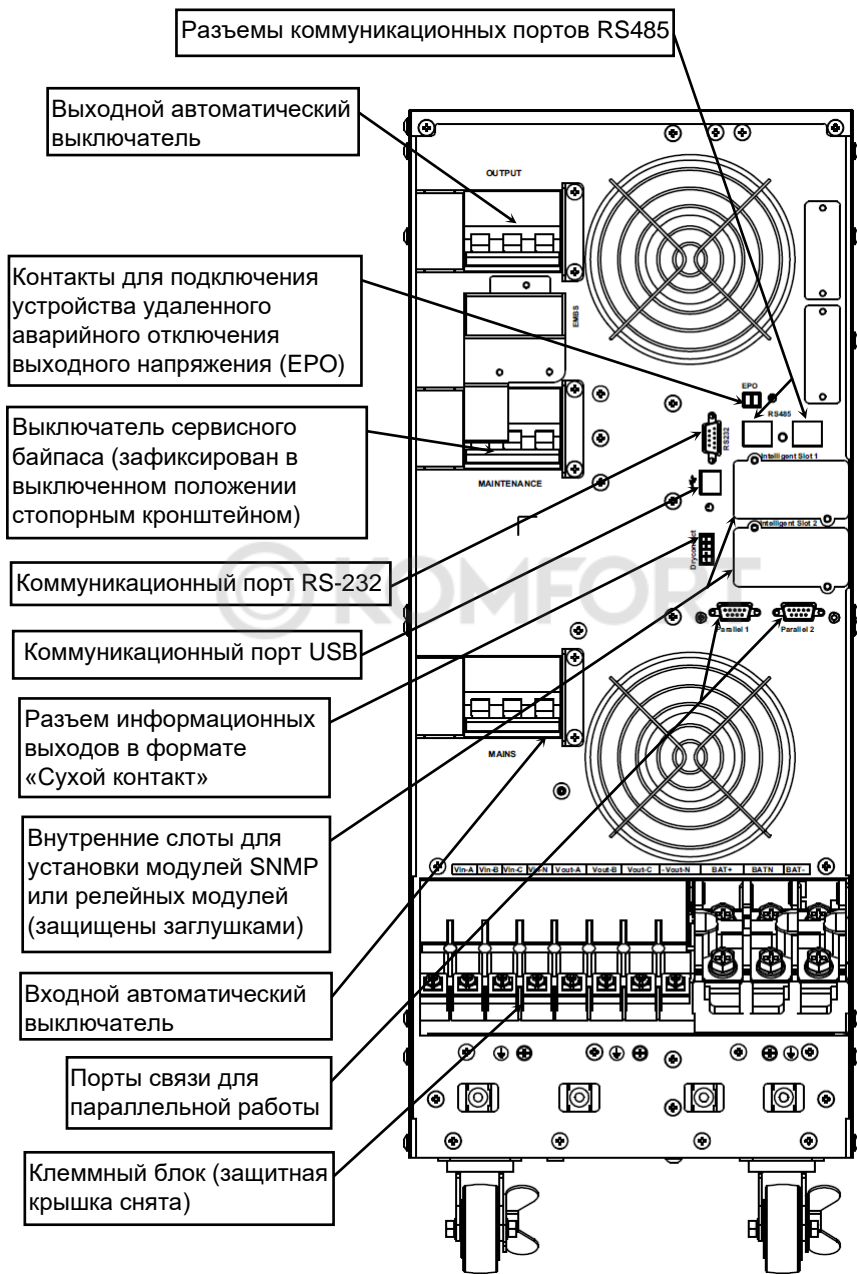

Рисунок 2 — Общий вид задней панели изделия со снятой крышкой клеммного блока
**На задней панели изделия** расположены: входной и выходной автоматические выключатели, защитная крышка, под которой расположен блок с винтовыми клеммами для подключения кабелей входа, выхода, и внешней аккумуляторной батареи, защитная крышка, под которой находится выключатель сервисного байпаса, вентиляторы охлаждения и разъемы коммутационных портов (см. рисунок 2).